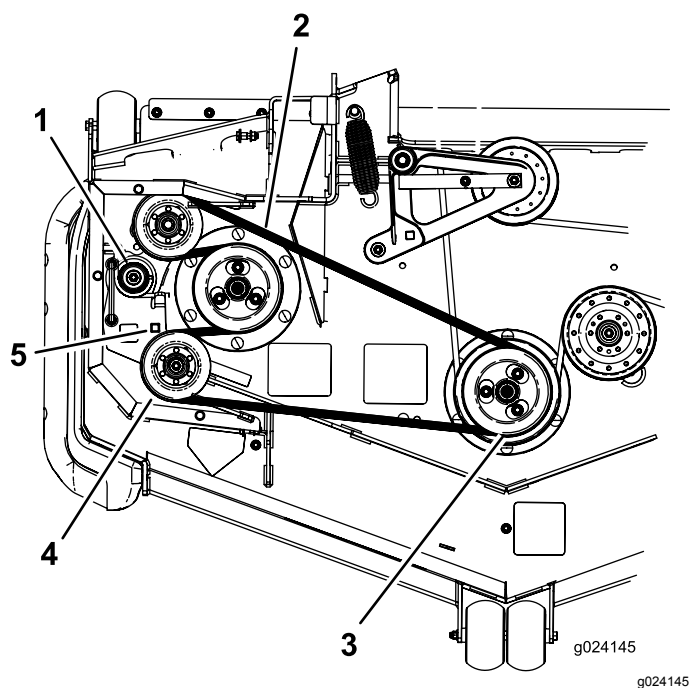

Figura 71
7. Utilice una llave de carraca en el taladro cuadrado del brazo tensor para aliviar la tensión del muelle tensor (Figura 71).